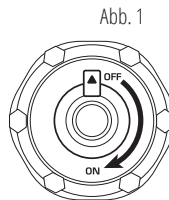

Abb. 1
3. Stellen Sie die Entlüftungsöffnung am Tankdeckel in die Position „ON“ (Abb.1).
4. Stellen Sie den Multifunktions-Motorschalter auf **I** (Abb. 1)